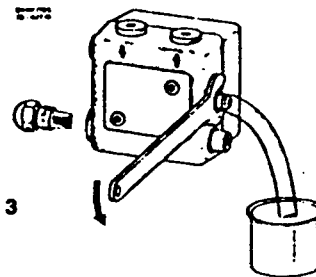

Fig. 3
MSLB kan i standardutförande användes med l-rörssystem med underliggande tank (vakum i sugledningen) när tryckledningen anslutes i manometeruttaget (M) och trycknippeln (E) spärras med urluftningsskruven (Fig. 3).
**Utluftning (fig. 3)**